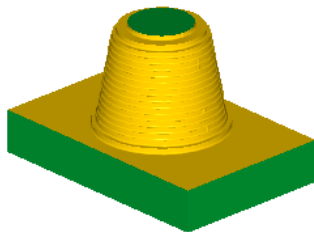

图 5.6.8 仿真结果
(1) 在“操作管理”中确认1 - 曲面粗车 - 挖槽 - [WCS: 俯视图] - [刀具平面: 俯视图] 节点被选中，然后单击“验证选定操作”按钮，系统弹出“Mastercam 模拟器”对话框。
(2) 在“Mastercam 模拟器”对话框中单击按钮，系统开始进行实体切削仿真，结果如图 5.6.8 所示，单击按钮。